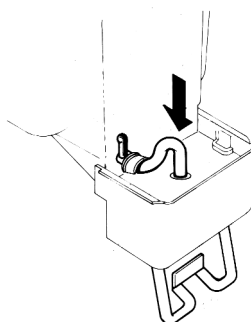

figura 15
- 3 - Infilare l'estremità anteriore nella sede verticale del corpo rubinetto (vedere figura 15).